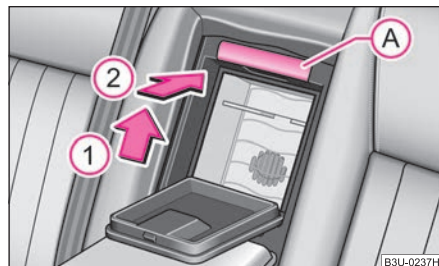
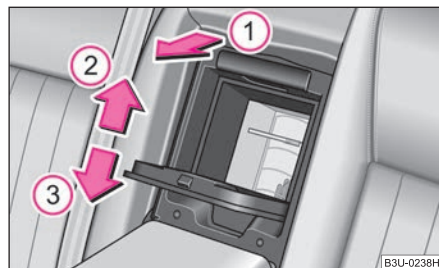

Fig. 76 Smontaggio del minibar
Fig. 77 Montaggio del minibar
- Estrarre il dispositivo di bloccaggio (A) ⇒ fig. 76.
- Agendo sul lato superiore interno, premere il minibar nel senso indicato dalla freccia (1) e deporlo nel bagagliaio (vedere la freccia (2)).
- Aprire il coperchio del minibar sul telaio di fissaggio ⇒ fig. 77.
- Tirare in avanti il minibar, agendo sul bordo superiore, fino all'arresto (freccia (1)), premere dall'interno sul lato superiore (freccia (2)), tirare di nuovo il minibar verso di sé e premerlo poi verso il basso (freccia (3)).
- Spingere il dispositivo di bloccaggio (A) ⇒ fig. 76 nel telaio di fissaggio fino all'arresto.